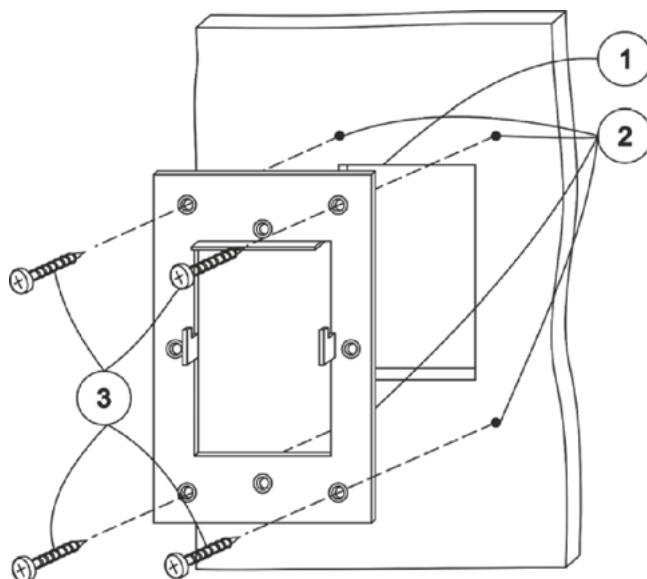

Рис.15
3. Закрепить монтажную металлическую рамку на поверхность саморезами согласно размеченной области. Выступы, находящиеся в центральной части рамки, фиксирующие панель управления на стене, должны быть ориентированы на себя, зубцами вверх (см. рис.15).
4. Просверлить отверстия для мест крепления панели сверлом диаметром 3,2-4мм (4 отверстия) (см. рис.15).
6. Винтами с резьбой М3 с обратной стороны через отверстия зафиксировать панель на поверхности (см. рис.15).